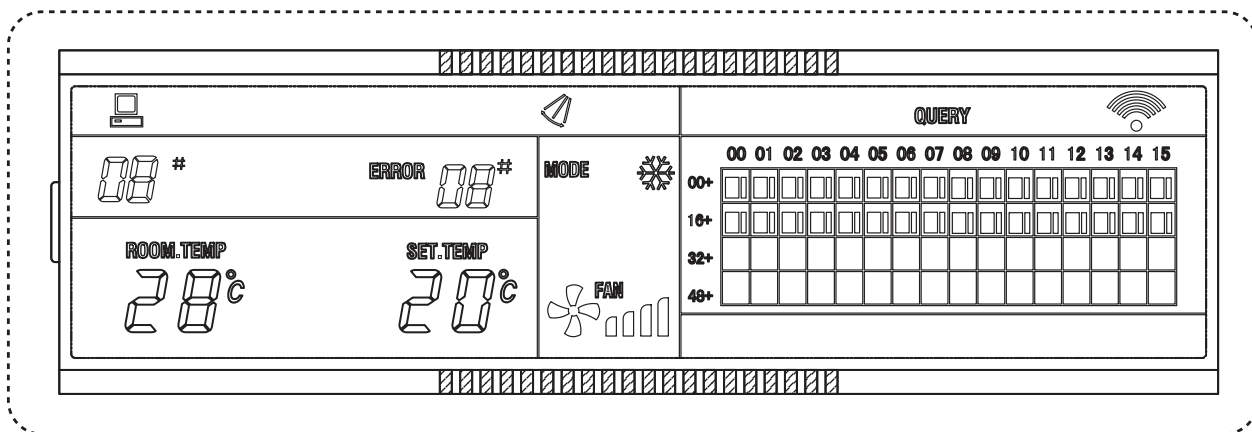

Рисунок 9
4. Описание страницы аварий (см. рис. 9)